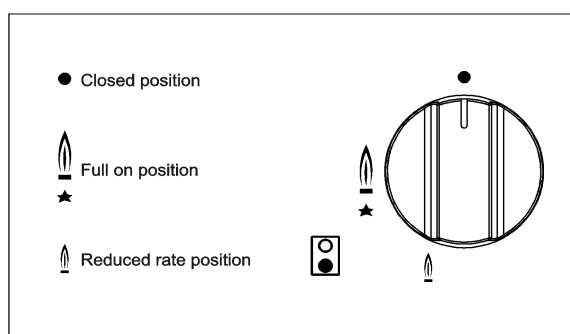

FIG. 8
1. Allumez le brûleur et tournez la manette correspondante sur la position "débit réduit" (petite flamme fig. 8 page 28).
Les manettes de commande des brûleurs sont équipées d'un dispositif d'arrêt d'urgence. Elles doivent être tournées dans le sens inverse des aiguilles d'une montre jusqu'à atteindre la position de débit maximal (représenté par une grande flamme, Fig. 8) jusqu'à butée. Puis appuyez sur la manette. Le brûleur s'allume en deux ou trois secondes. Continuez d'appuyer en tournant vers la position de débit minimal (représenté par une petite flamme, Fig. 8) pour régler la flamme. En cas de sortie accidentelle d'une flamme, arrêter le brûleur et attendre au moins 1 minute avant de rallumer.
- Lorsque le contenu d'une casserole bout, baissez la flamme au minimum (représenté par une petite flamme, Fig. 8).
- Les brûleurs ne s'allument que lorsque la manette correspondante est réglée sur la position de débit maximal (représentée par une grande flamme, Fig. 8).